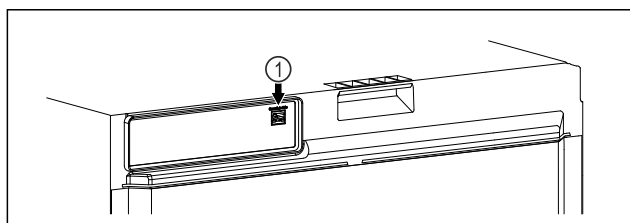

Fig. 142
- ❑ El SmartModule Fig. 142 (1) está colocado.